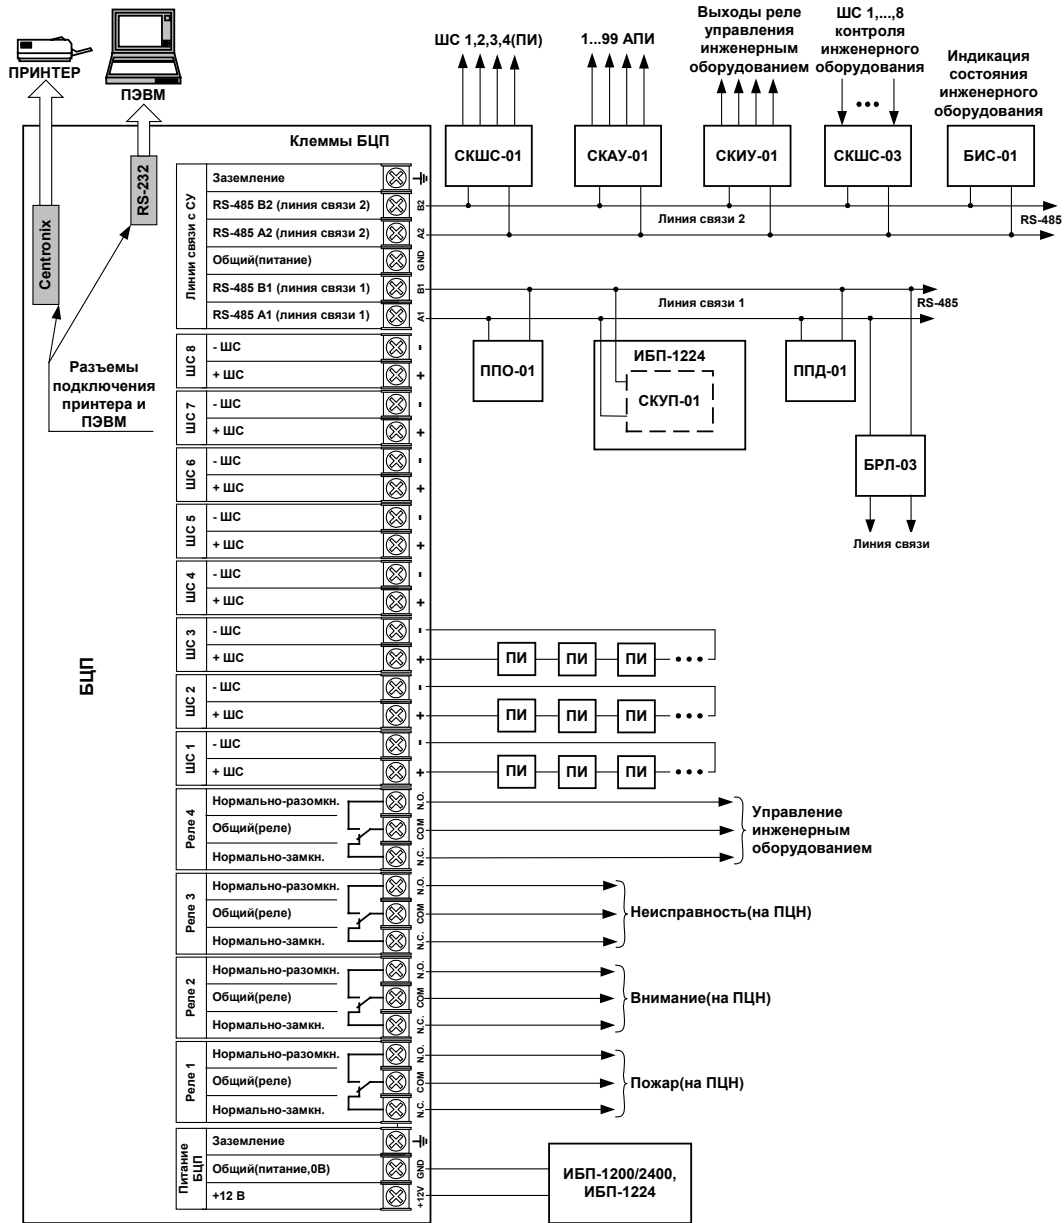

Рис. 2 Расширенный состав прибора (исполнение 2)
- **защиты линии связи и питания** – блок защиты линии БЗЛ-01, БЗЛ-02, БЗЛ-03(на Рис. 2 не показаны).
Пример подключения указанных устройств показан на Рис. 2.